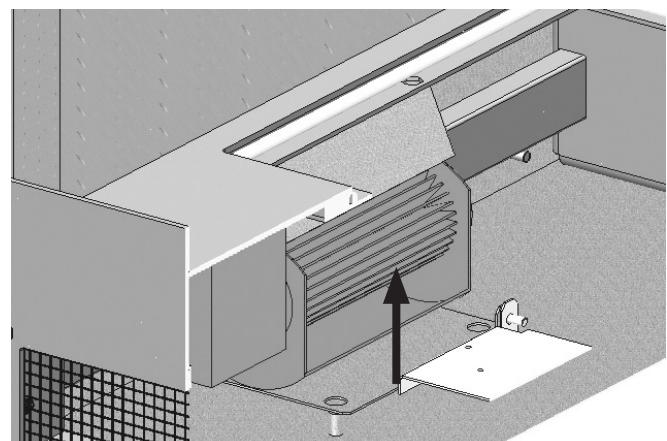

FIG. 12
5. Retirez les ventilateurs de leur logement en devissant les boulons, retirez le bloc des broches et retirez-le en tirant vers l'avant. (Fig. 12)